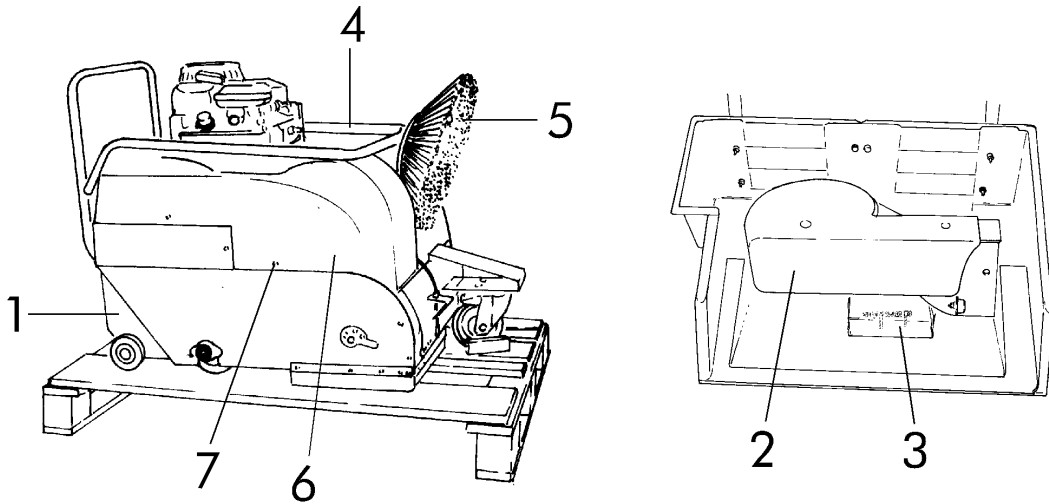
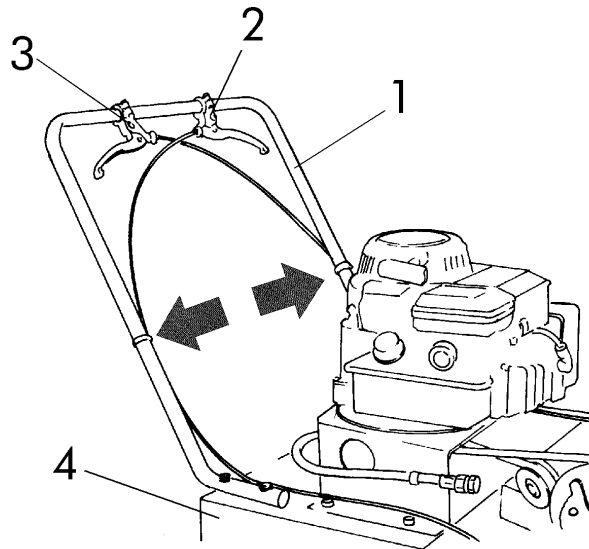

fig. 2
fig. 2b
1. Extraiga el cajón. (1 fig. 2). El cajón contiene el brazo del cepillo trasero (2 fig. 2 y una bolsa (3 fig.2) que contiene las herramientas de montaje necesarias.
3. Retire la protección del manillar (4 fig. 2), suelte el cepillo trasero (5 fig. 2) y con la llave hexagonal macho de 3 mm, suelte los pernos 7 (fig. 2) quitando la tapa. (6 fig. 2).
4. Fije el manillar (1 fig. 2b) al contenedor del filtro (4 fig. 2b) utilizando la llave tubo (n ° 4 VTE M8x35 en ° 4 pernos d.8) contenido de la bolsa (3 fig. 2) usando una llave inglesa, 13.
Monte las palancas el manillar (2 fig. 2b) y levante la aleta (3 fig. 2b) en la dirección (1 fig. 2b) como se muestra en la fig. y sujete los cables en el manillar, como se muestra en la fig. 2b, con las dos abrazaderas de la bolsa de herramientas.
- 4) Vuelva a insertar el cajón de residuos (1 fig. 2).